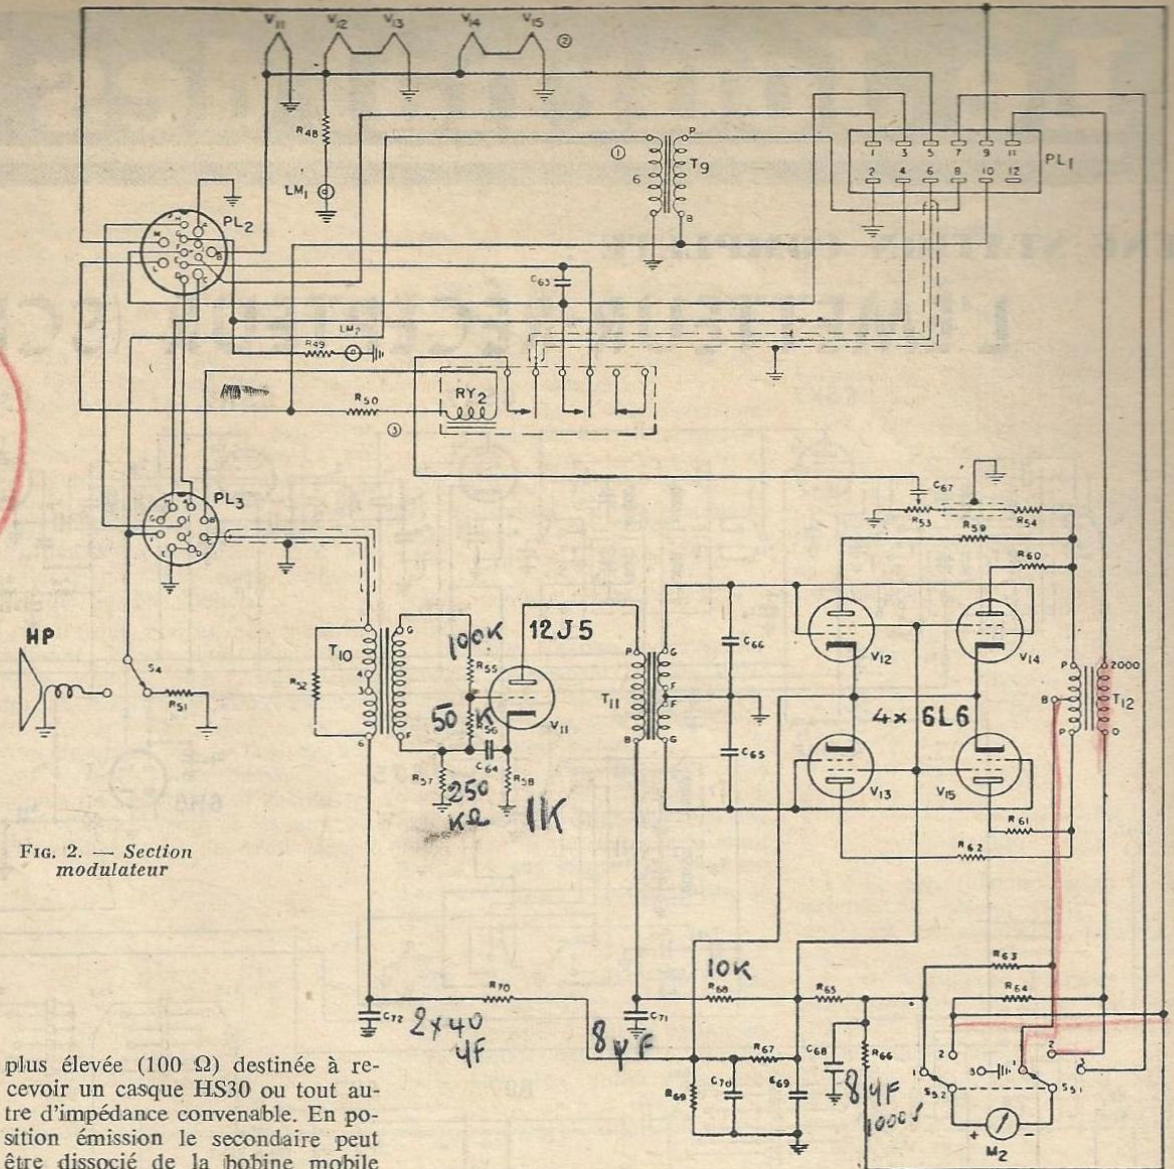

Fig. 2. — Section modulateur
- Fig. 2. — Valeurs des éléments :